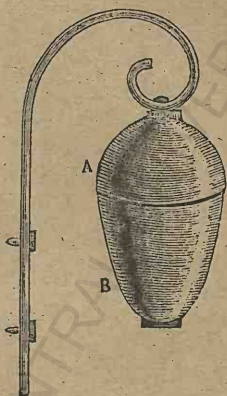

Fig. 52.
M. Borel a récemment adopté la forme ovoïde du gland (figure 52). Le timbre constitue l'hémisphère supérieure, une enveloppe métallique renferme électro, tige